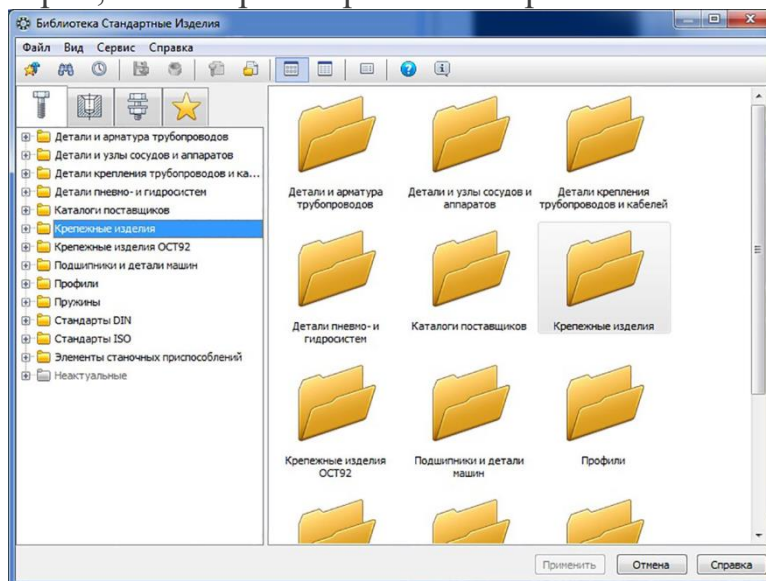

Рис. 6. Диалоговое окно библиотеки Стандартные изделия
3. Сформируем болтовое соединение, используя библиотеку КОМПАС: в меню **Приложения** выберем **Стандартные изделия – Вставить элемент**. При этом открывается окно **Библиотека Стандартные изделия** (рис. 6). Содержимое окна зависит от выбранной кнопки меню, расположенного в третьей строчке окна. Если выбрана кнопка , то для формирования фрагмента надо вставлять по отдельности болт, затем шайбу, гайку и т. д. Вторая возможность – сформировать сразу в окне болтовое соединение и вставить во фрагмент (кнопка ). В этом случае для каждого вида соединений предлагается два варианта: просто соединение и соединение с